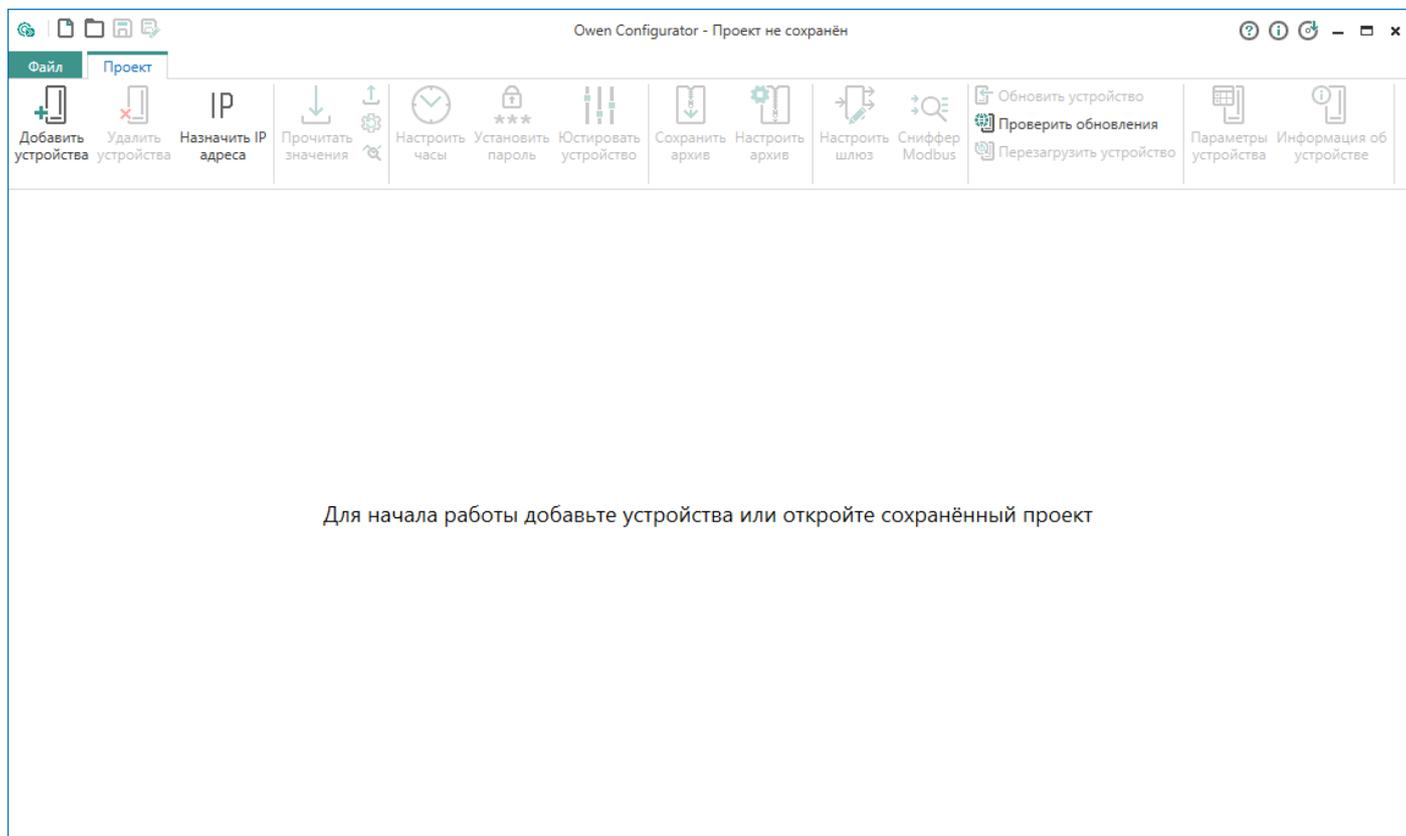

Рисунок 12 Главное окно программы **OWEN Configurator**
3. Открыть программу «**OWEN Configurator**». Откроется окно (см. Рисунок 12).